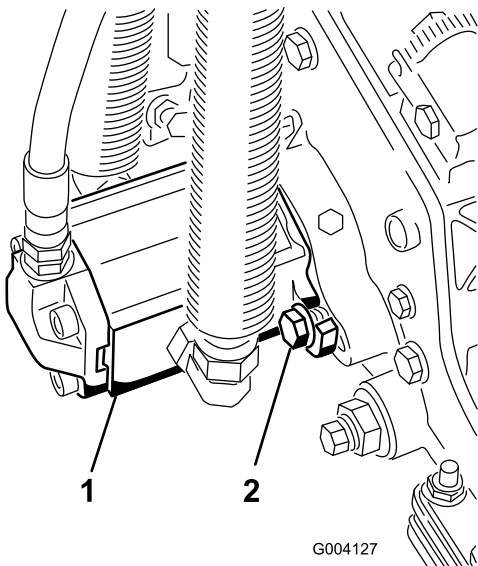

Bild 20
- Montieren Sie den Motor; drehen Sie ihn nach rechts, damit die Motorflansche nicht die Schrauben berühren (Bild 20).